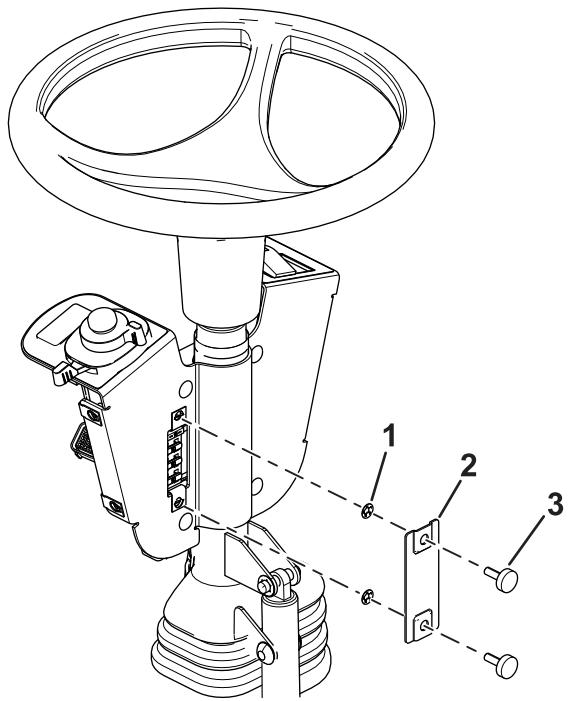

Figure 12
13. Fixez le couvercle des fusibles sur le support de commutateurs à l'aide de 2 vis à oreilles et 2 écrous pousoirs (Figure 12).
Remarque: Veillez à installer les écrous pousoirs à l'intérieur du couvercle des fusibles (Figure 12).